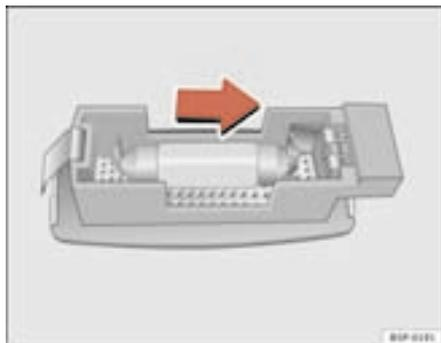

Fig. 197 Desmontagem da luz da pala do sol
- Retire a luz com cuidado, utilizando a parte plana da chave de fendas, tal como indica a figura ⇒ fig. 197.
- Retire a lâmpada, movendo-a no sentido da seta e para fora ⇒ fig. 197. ■